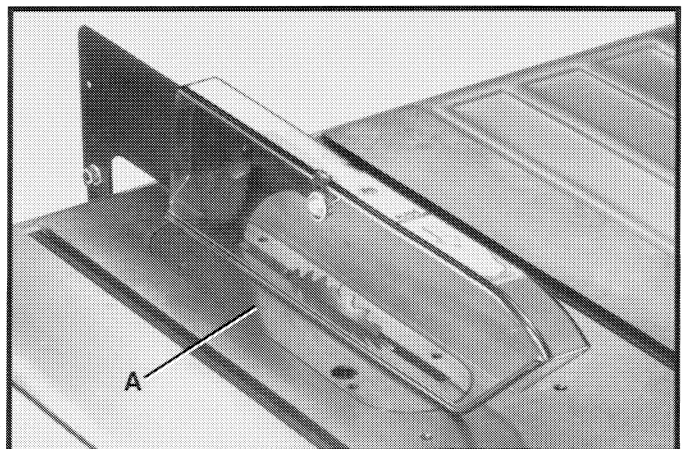

Fig. 51
2. La Fig. 51 ilustra la pieza de inserción (A) ensamblada a la mesa.